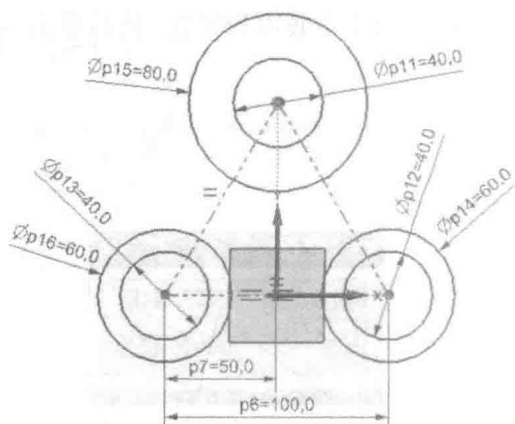

图 1-22
2) 单击顶点，然后输入直径数据 80，然后按“Enter”键，输入直径数据 60，按“Enter”键，然后分别单击底边两个端点，按“Enter”键，输入直径数据 40，按“Enter”键，分别单击三角形三个端点，如图 1-22 所示。
(8) 绘制圆弧